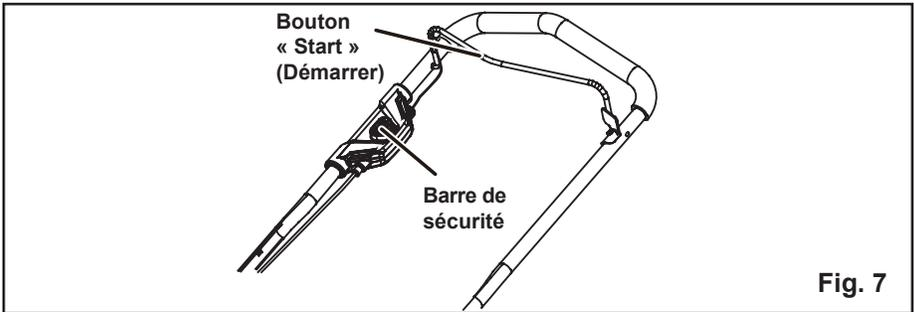

Fig. 7
- Appuyez sur le bouton de mise en marche (2) et maintenez-le enfoncé. (Voir figure 7.).
- Saisissez la barre de sécurité (3) et pressez-la contre le guidon pour mettre l'appareil en marche et relâchez le bouton de mise en marche.